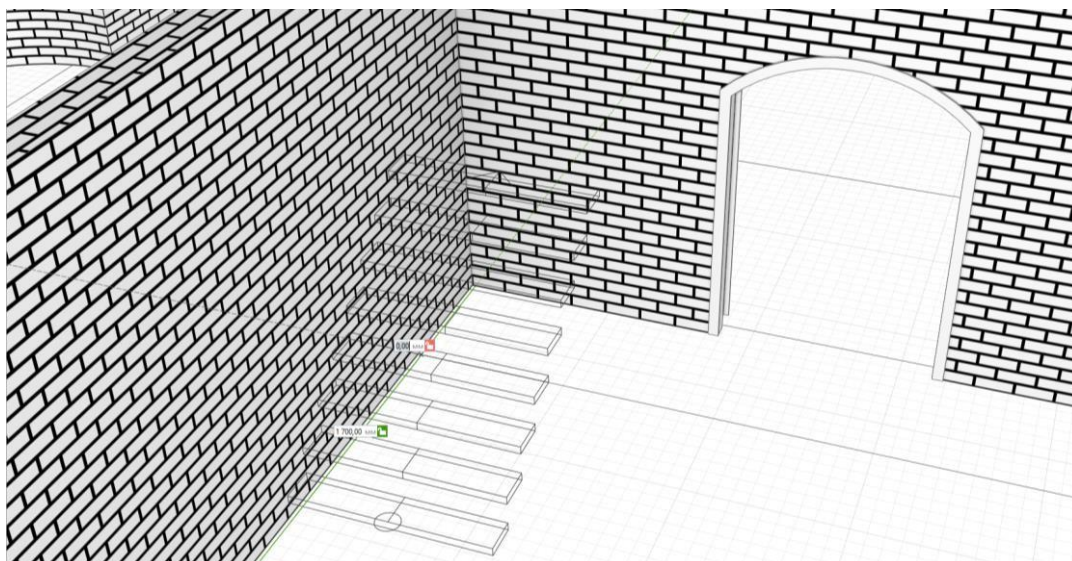

Рис. 1 Вставка лестницы
2. Выберем инструмент **Лестница**. Способ построения - **Прямая по двум точкам**.  В свойствах лестницы введем высоту лестницы - **1500 мм.**, ширина лестницы - **900 мм.**, количество ступеней – **8**, расположение лестницы относительно базовой линии – **справа**, форма лестницы – **открытая**, материал – **древесина темная**, марка – **Л1**. Вставляем лестницу (рис. 1). Укажем точку начала марша и введём в динамическое поле длину лестницы – 1700 мм., второе значение динамического поле – 0,00 мм., щелчок ЛКМ и Enter.